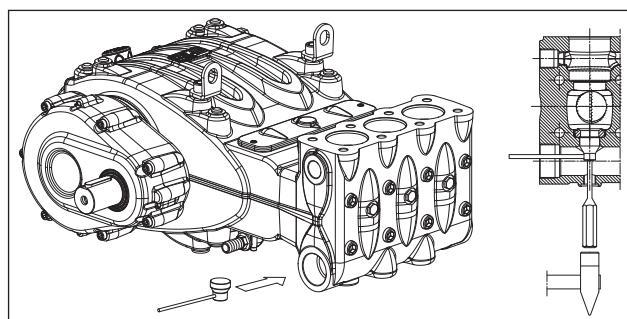

Fig. 104
Se a extração do grupo da válvula de aspiração resultar particularmente difícil (por ex. por incrustação devido a uma inutilização prolongada da bomba) use a ferramenta extradora cód. 27516200 (pos. ①, Fig. 104) e atue como indicado.